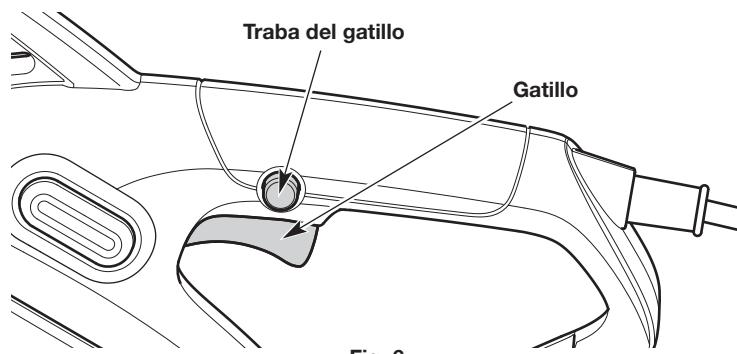

Fig. 6
1. Mantenga presionada la traba del gatillo (Fig. 6).
2. Continúe sosteniendo la traba del gatillo. Presione y el gatillo y manténgalo presionado para encender la unidad (Fig. 6).
1. Suelte el gatillo y espere hasta que todas las piezas móviles se hayan detenido por completo (Fig. 6).